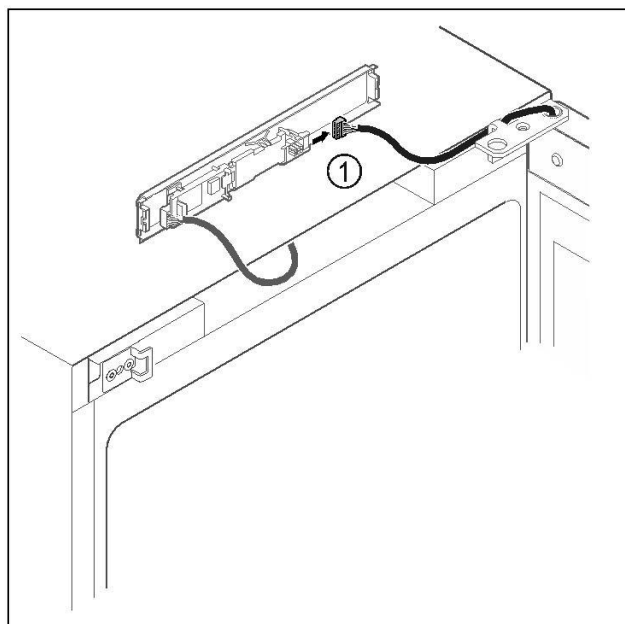

Fig. 14
- ▮ Stekker Fig. 14 (1) van printplaat loskoppelen.